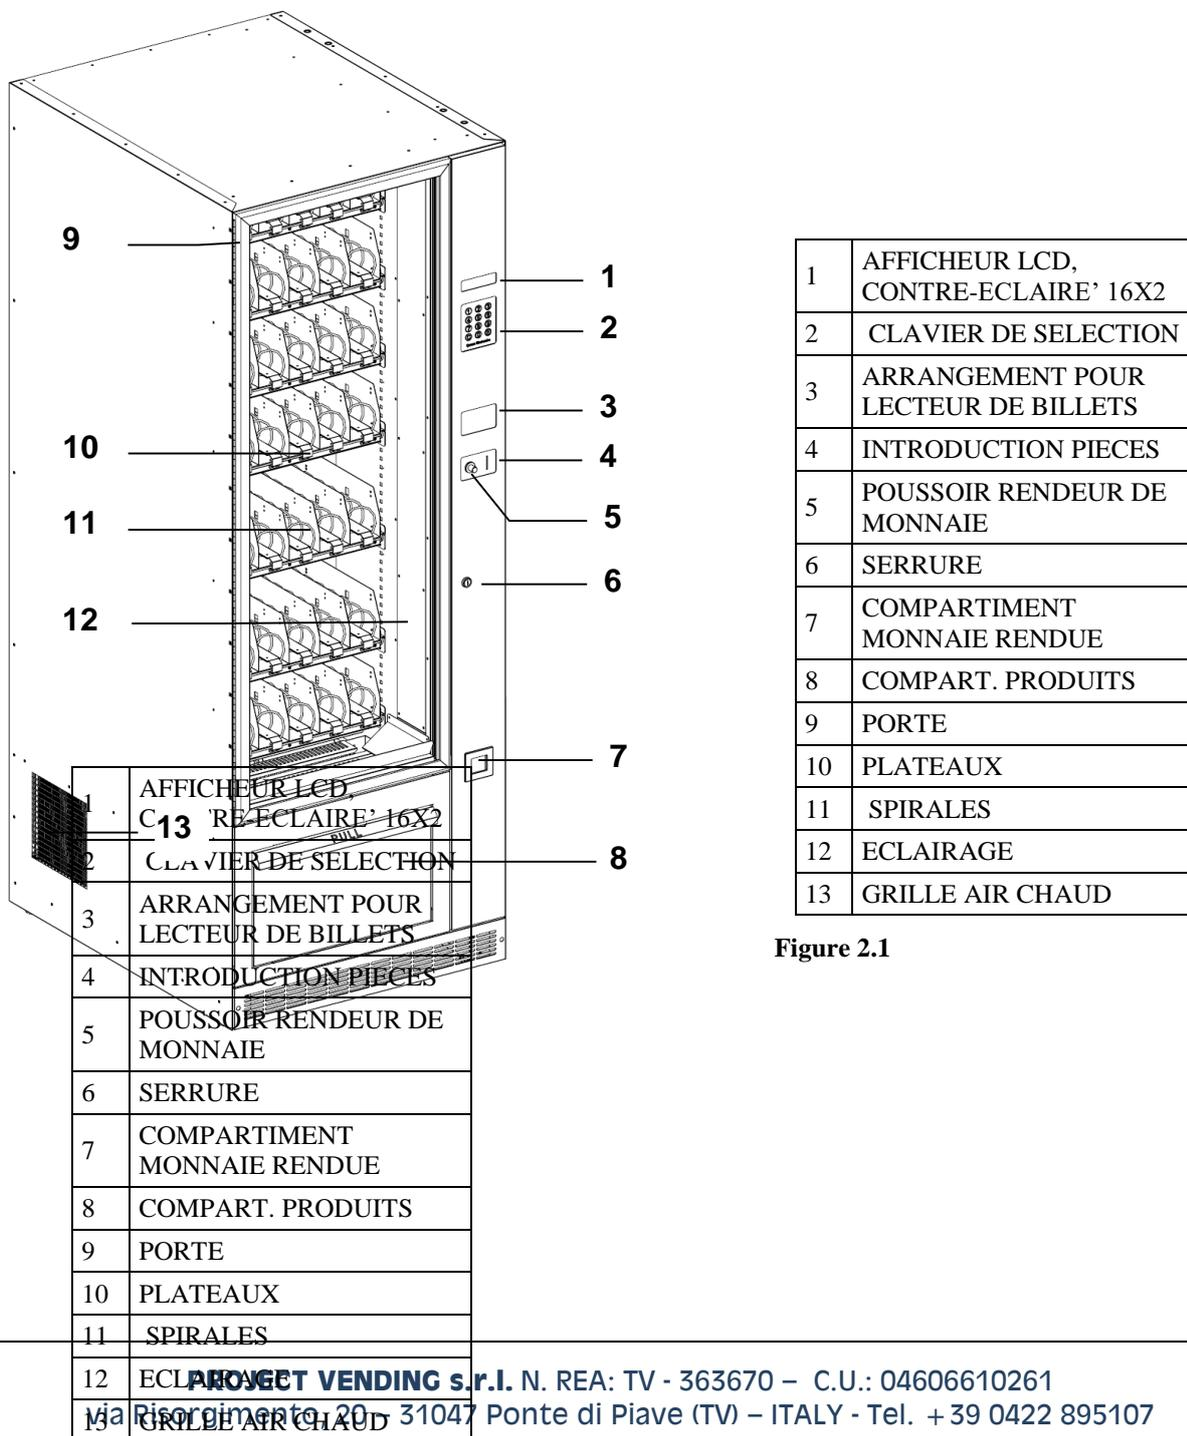

Figure 2.1
Pour un bon fonctionnement du groupe de refroidissement, la grille latérale (Figure 2.1 /13) doit être complètement libre (à 40 cm. au moins de la parois).
- 5) Retirer le produit et la monnaie rendue aux portes appropriées (Figure 2.1 /7 /8).